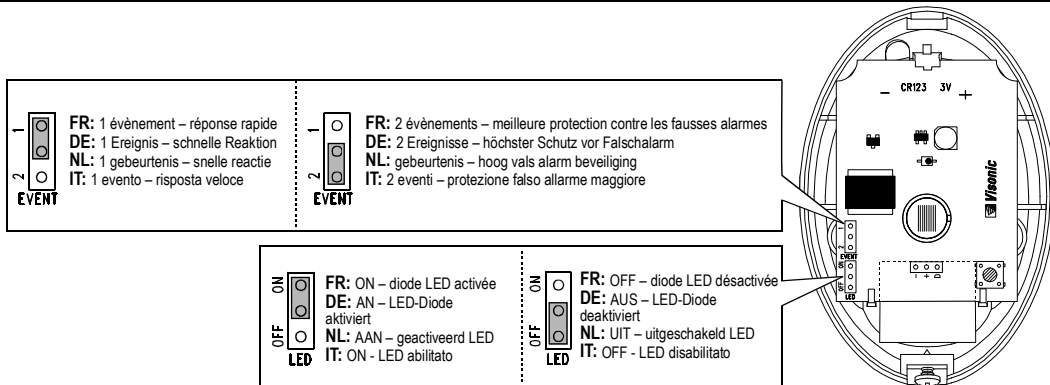

Fig. 5 – Jumper einstellen / Jumper instellingen / Réglage des cavaliers./ Configurazione jumper
5. Configurazioni dei jumper - vedere fig. 5.